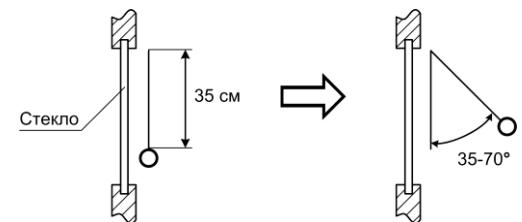

Рис.3 Тестирование извещателя
1) испытательный стальной шар диаметром 21...22 мм, подвешенный на нити длиной 35 см, разместите непосредственно у стекла, не касаясь его (Рис.3);